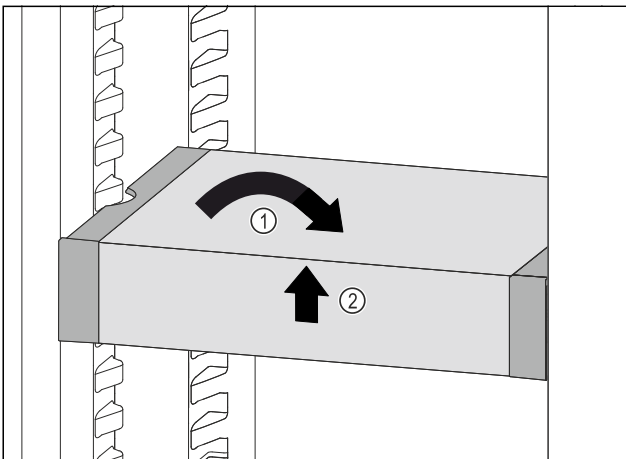

Fig. 128
- ▶ Вирівняти VarioSafe. Fig. 128 (1)
- ▶ Підняти VarioSafe спереду. Fig. 128 (2)